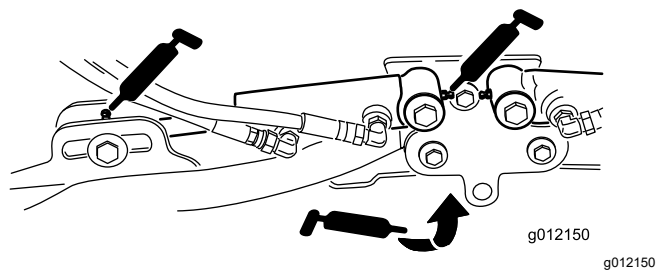

Рисунок 108
- Цилиндры подъемных рычагов режущего блока (по 2 шт.) (Рисунок 108)
- Оси поворота подъемного рычага (по 1 шт.) (Рисунок 108)